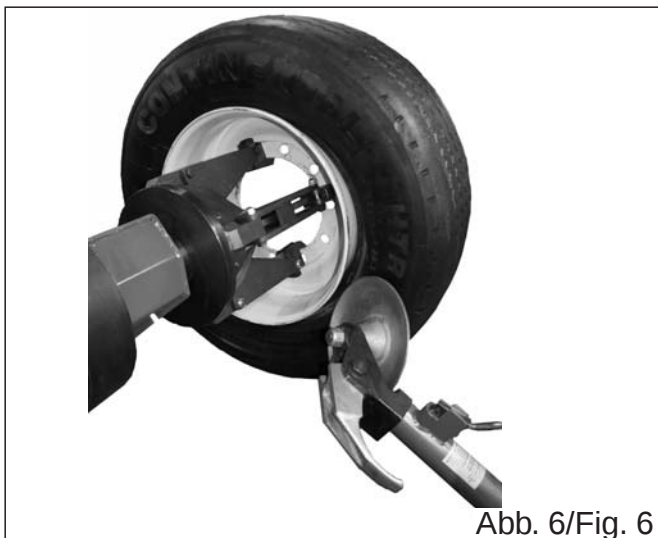

Abb. 6/Fig. 6
3. Der äußere Wulst des Reifens ist jetzt abgedrückt. Beim Drehen des Rades Felgenschulter mit Montagepaste (Montagecreme W/Montagecreme Truck) einstreichen. Abdrücksteller zurückschwenken und inneren Wulst mit dem Abdrücksteller in derselben Weise abdrücken. Der Reifen ist jetzt komplett abgedrückt. Jetzt gegen den Uhrzeigersinn drehen und den Reifen mit dem Teller komplett demontieren (Abb.6).
3. Now, you have broken the outer bead. Lubricate the rim shoulder with mounting cream (mounting cream W/ mounting cream Truck), while the wheel is rotating. Swing out the bead breaker, proceeding in the same way. Now that you have broken the two beads, turn the tyre anti-clockwise, completely demounting it from the rim by means of the inner bead breaker (Fig.6)